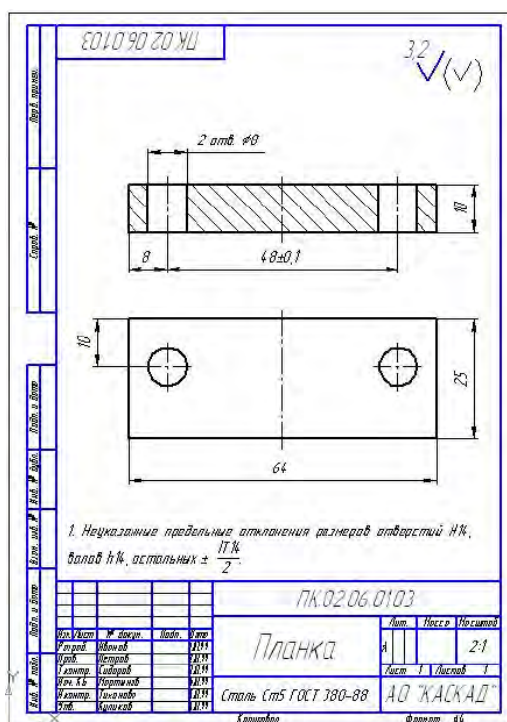

Рис. 21. Чертеж планки
1. Начертить планку по рис. 21 со штампом формата А4. Размеры проставить на отдельном слое **Size**.
2. При компоновке создать новый слой **Title** в пространстве листа. Вставить на слой **Title** блок штампа из чертежа «Планка» (см. рис. 21).